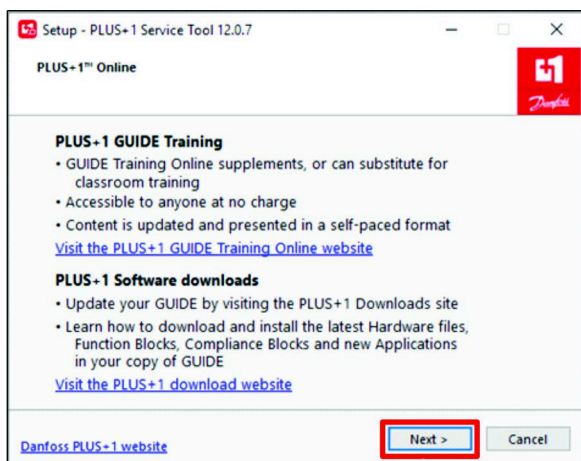

Figura 24
6. En el cuadro de diálogo Plus+1 Online, haga clic en el botón SIGUIENTE (Figura 24).